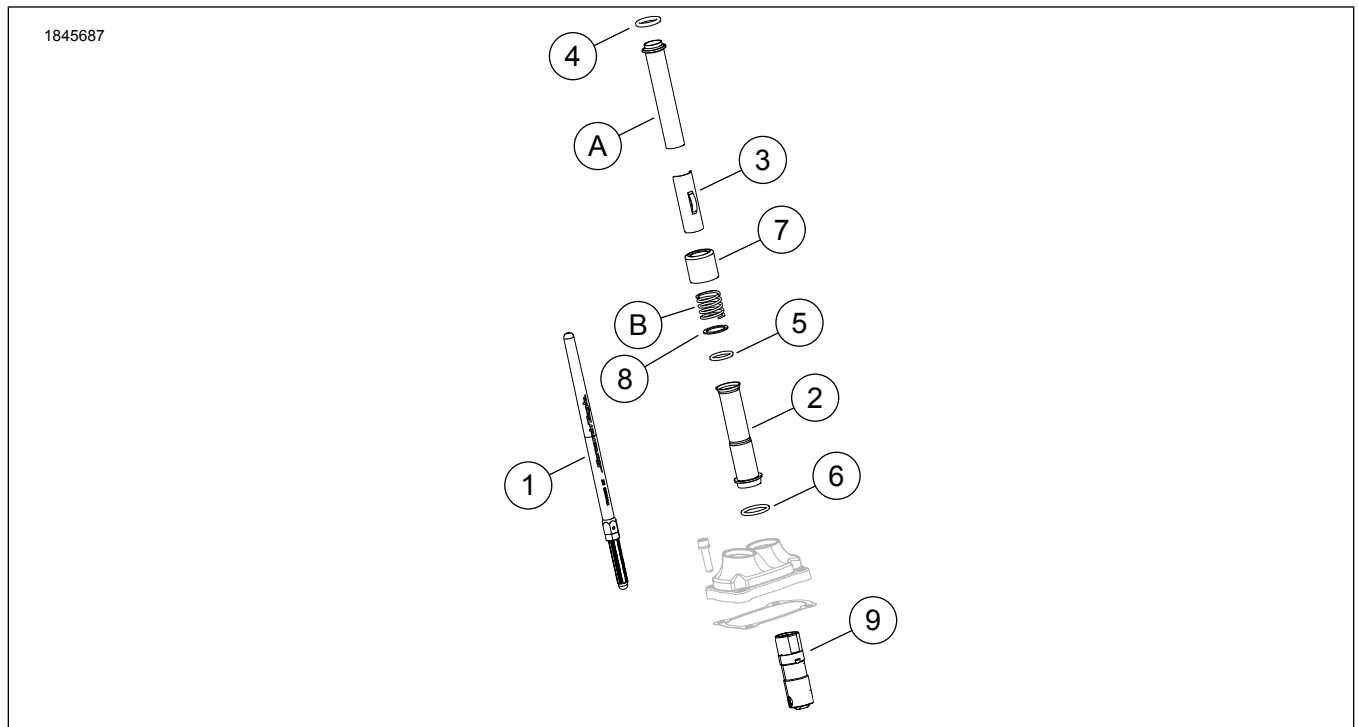
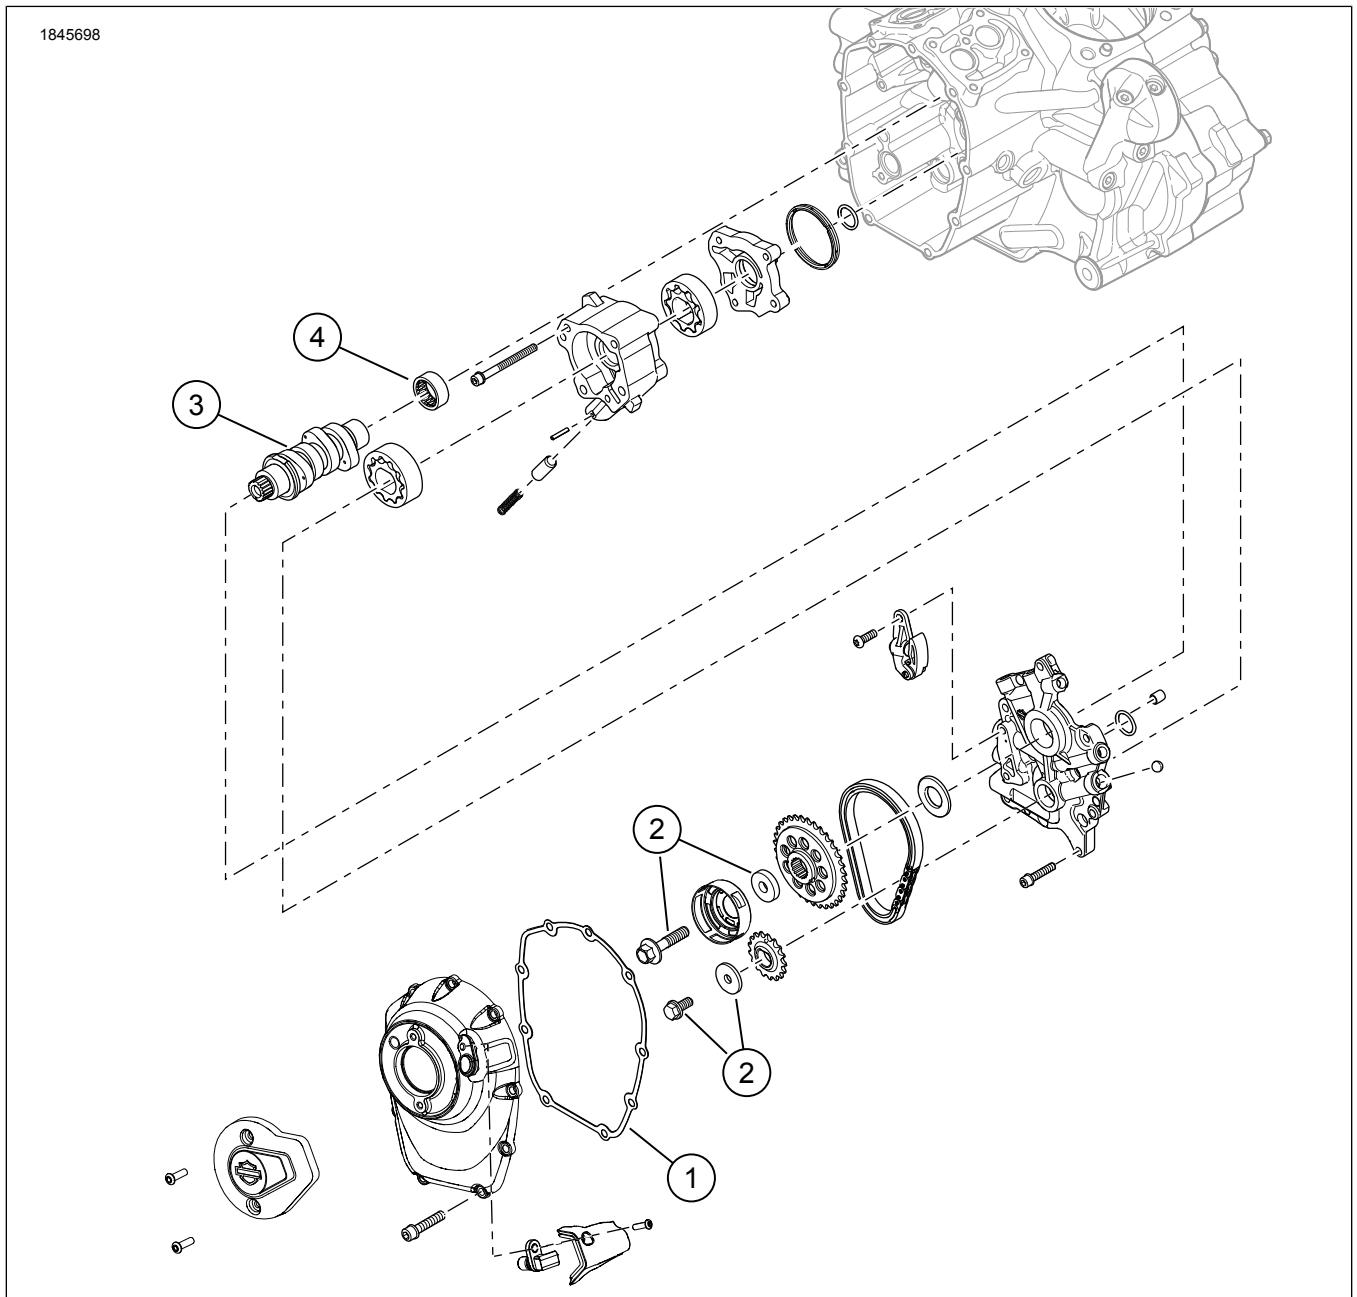

図1。キット内容: Screamin' Eagle Milwaukee-Eight ステージ2キット
図2。キット内容: Screamin' Eagle Milwaukee-Eight ステージ2キット
「図1」および「図2」を参照してください。
1. 図2オイルポンプを取り付けます。サービスマニュアルを参照してください。